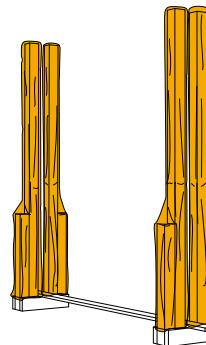
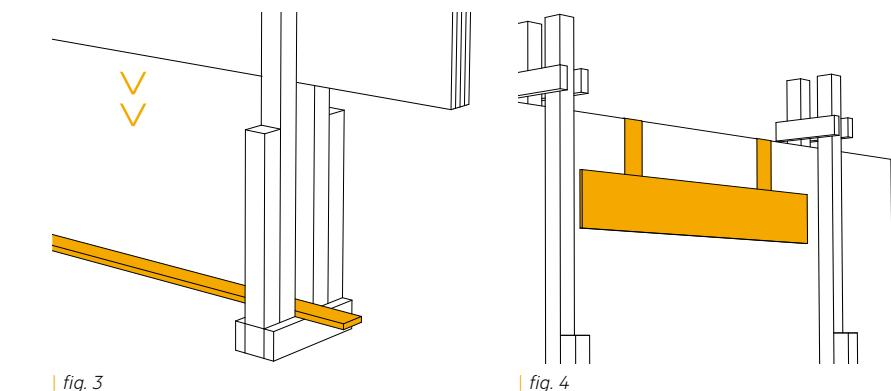
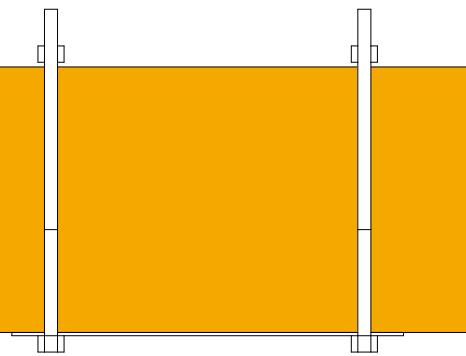

fig. 2
fig. 3
fig. 4
- Bords extérieurs protecteurs (fig. 4);
| fig. 3
| fig. 4
d'éviter les taches indésirables sur la face noble de la plaque (fig. 2). Il est également conseillé d'utiliser une planche de bois au-dessus des pieds de la structure sur laquelle la charge sera placée, afin de protéger le matériel lors du levage du paquet (fig. 3). Enfin, afin de protéger les plaques lors de la manipulation avec des chaînes, il est préférable d'utiliser 2 planches de bois pour protéger la surface (fig. 4).
- Capuchon de couverture thermorétractable (fig. 4).